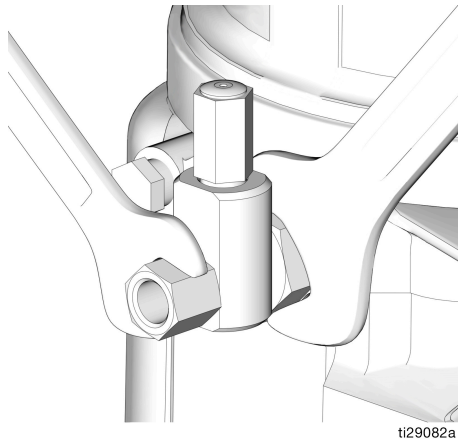

图 32
1. 松开泵元件管件 (图 32)。
3. 使用两个扳手从相反方向拧紧泵元件管件（图 32）。